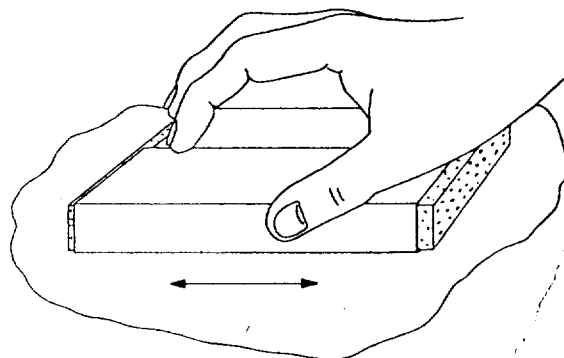

Fig.1
A. Enige algemene puntenSchuren met schuurpapier (fig. 1)